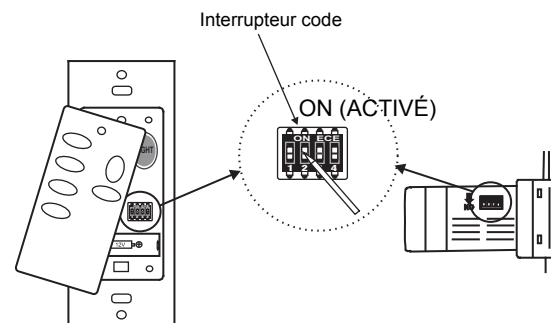

Fig. 12
**REMARQUE :** Le système de commande CoolTouch™ est équipé de 16 combinaisons de fréquences possibles pour éviter les interférences avec d'autres télécommandes. Les commutateurs de fréquence de votre récepteur et de votre émetteur ont été pré-réglés à l'usine. Veuillez confirmer que les commutateurs de l'émetteur et du récepteur sont réglés sur la même position, le ventilateur fonctionnera quelle que soit la combinaison tant que l'émetteur et le récepteur sont réglés sur la même position (Fig. 12).